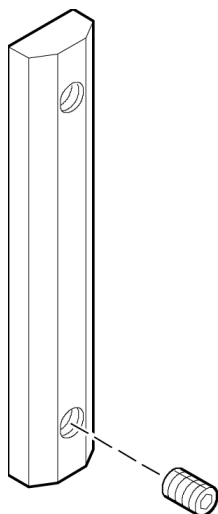

図 10: レールの準備
1. 図 10 に示すように、レールの 2 つの穴のうちの一方に取り付けネジを装着します。六角の穴が開いている方を外側にして、レールの傾斜のついている側にネジを挿入します。取り付けネジをレールの中に完全には挿入せずに、少しだけ差し込みます。